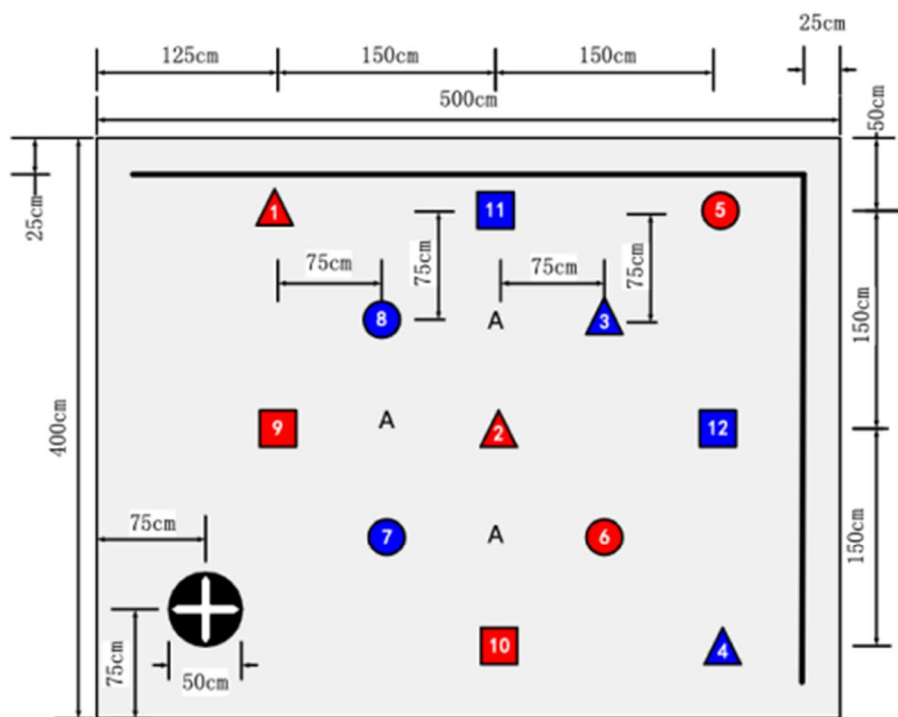
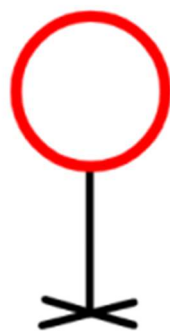

图 1 送货无人机作业区示意图
图3 圆框示意图
设计一基于多旋翼飞行器的送货无人机,能够根据不同的要求,向指定的目标地点运送货物。图 1 为作业区域示意图,有起飞降落点和多个具有不同特征的目标地点。
- (1) 参赛队在赛区提供的场地测试，不得擅自改变测试环境条件。
- (2) 送货作业区域铺设亚光喷绘布为淡灰色（R-240、G-240、B-240），目标地点的形状有三种（圆、正方形、三角形，最大边长或直径为 25cm），颜色有红、蓝两种（红 R-255、G-0、B-0，蓝 R-0、G-0、B-255）；作业区上、右两侧有 1.8cm 宽黑色标志线；应考虑到材料及颜料导致颜色存在差异的可能性。
- (3) 测评将现场准备图 1 所示 6 种送货目标的特征样板，如“红色三角形”、“蓝色正方形”等，以备给无人机识别。
- (4) 送货目标中的数字并非给无人机识别用，仅为了描述、记录方便，颜色与目标底色相近。
(5) 作业区域中标志“A”所在附近区域可放置供无人机穿越的圆框，见图3，圆框可采月外径约110cm的红色呼啦圈，呼啦圈固定在地面支架上，圆心高度约150cm，支架为黑色。
(6) 400cm×500cm作业区四周及顶部设置安全网，安全网支架在安全网外。